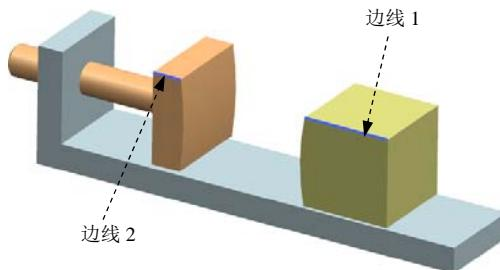

图 6.7.3 定义滑动副
(1) 选择下拉菜单 **插入(⑤)** → **运动副①...** 命令，系统弹出“运动副”对话框；在“运动副”对话框 **定义** 选项卡的 **类型** 下拉列表中选择  **滑动副** 选项；在模型中选取图 6.7.3 所示的边线 1 为参考，系统自动选择连杆、原点及矢量方向。
(2) 单击“运动副”对话框中的 **摩擦** 选项卡，选中  **启用摩擦** 复选框，在 **动摩擦** 文本框中输入值 0.01。
(3) 单击 **确定** 按钮，完成滑动副的定义。
Step9. 定义连杆 3 中的滑动副。选择下拉菜单 **插入(⑤)** → **运动副①...** 命令，系统弹出“运动副”对话框；在“运动副”对话框 **定义** 选项卡的 **类型** 下拉列表中选择  **滑动副** 选项；在模型中选取图 6.7.3 所示的边线 2 为参考，系统自动选择连杆、原点及矢量方向；单击“运动副”对话框中的 **摩擦** 选项卡，选中  **启用摩擦** 复选框，在 **动摩擦** 文本框中输入值 0.01；单击